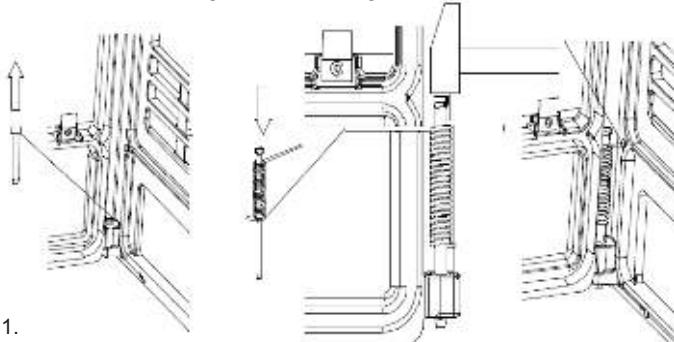

Abbildung 1.
- Tür öffnen, auf dem unteren Scharnier befindlichen Bolzen herausnehmen, die Tür abnehmen und auf diese die Achse mit der Feder auf die Weise darauf setzen, dass die Feder vorgespannt wird (siehe Abb. 1). Die Tür auf den oberen Bolzen einziehen, das längere Ende der Feder in das, auf der Frontplatte befindliche Loch einführen und die Achse in das, an der Frontplatte 103 befindliche untere Ohr montieren.